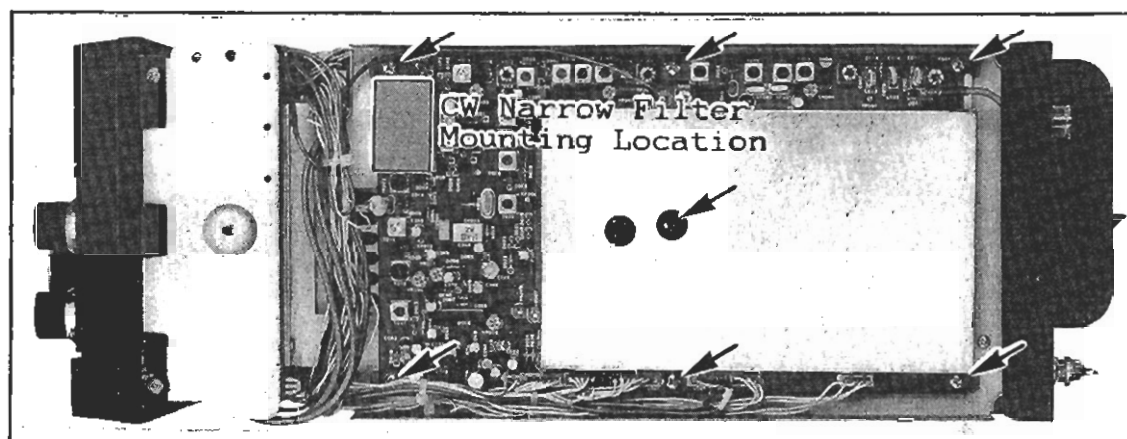

Figura 2
- Coloque el transceptor boca abajo para localizar la unidad RX-2 en la parte derecha del equipo y quite los 7 tornillos que se indican en la Figura 2.